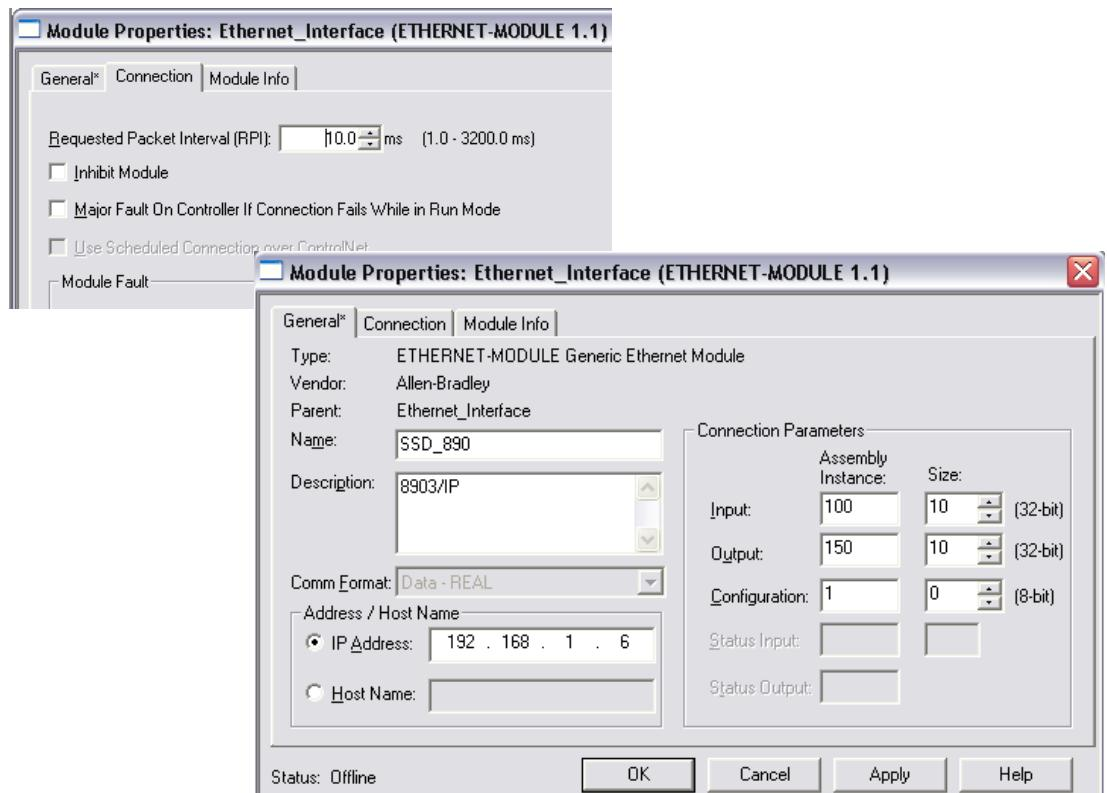

Figure 22 Configuration du module Ethernet générique
4. Saisissez le nom du module et l'adresse IP souhaités. Le format Comms sera DATA Int s'il s'agit d'un entier signé 16 bits ou Données REAL s'il s'agit d'un nombre à virgule flottante sur 32 bits. L'instance d'assemblage d'entrée est de 100 et l'instance d'assemblage de sortie est 150. Consultez la figure 22.
5. Cliquez sur Suivant pour modifier Requested Packet Interval (Intervalle de paquet demandé). La valeur par défaut de 10 ms doit être suffisante. Si le RPI est défini à moins de 5 ms, il se peut que les communications ne soient pas fiables. Consultez la figure 22.